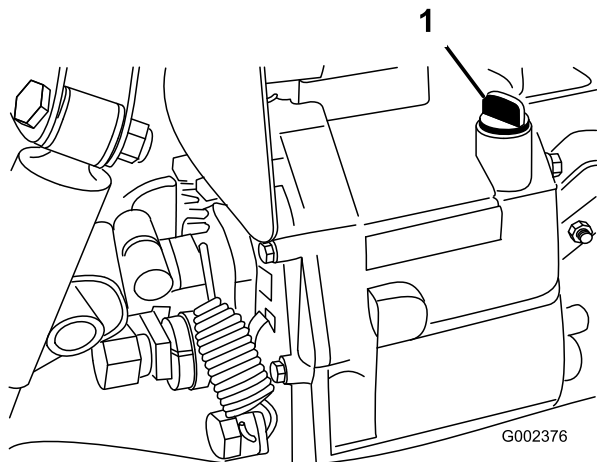

図 16
2. ディップスティック取り付け部の周辺をきれいにぬぐう (図 16)。